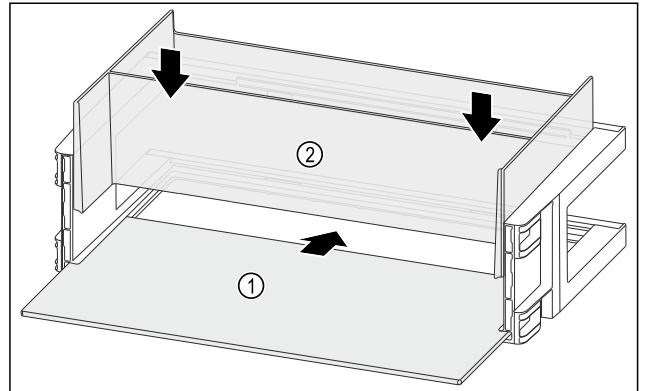

Fig. 118
- Raf alanını Fig. 118 (1) yandaki girintinin içine itin.
- Düzenleyiciyi Fig. 118 (2) yerleştirin.